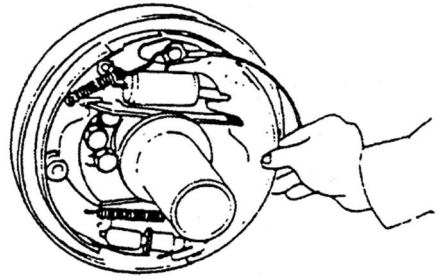

Fig. 9-20
(4) Retire las zapatas primarias y secundarias, al mismo tiempo, retire el ajustador y el resorte del ajustador. (Fig.9-20)